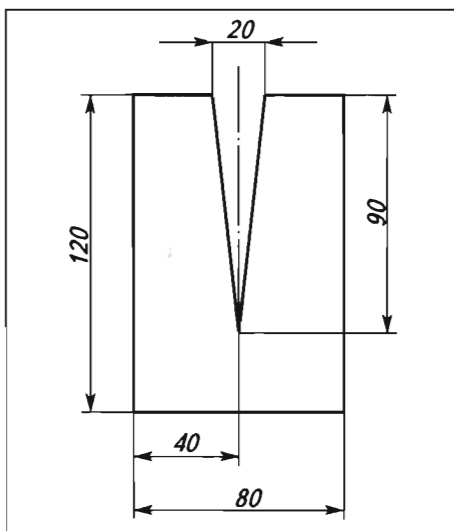

Рис. 50. Чертеж простой вытачки
2. Точно выполните всю последовательность операций по обработке простой вытачки на образце, изготовленном по чертежу (рис. 50).